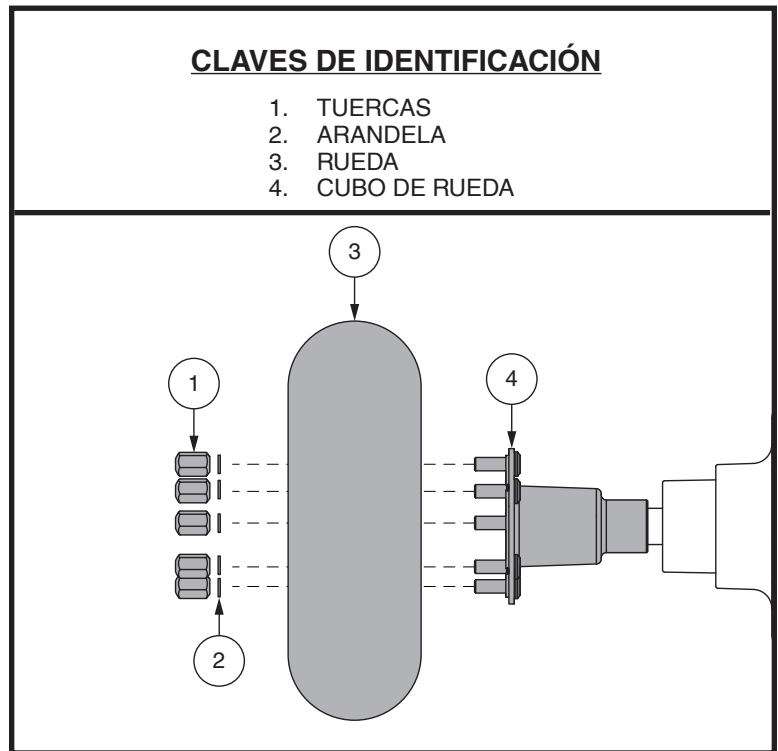

Figura 26. Extracción de la rueda de conducción
3. Retire las tuercas de la rueda de accionamiento del eje. **Ver la figura 26.**